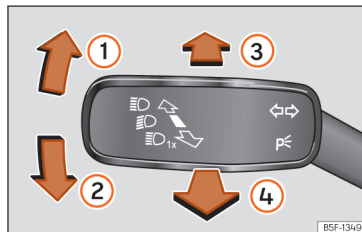

Abb. 102 Blinker- und Fernlichthebel.
- Drücken Sie den Blinker- und Fernlichthebel aus der Ausgangsstellung nach vorne   (Abb. 102) .
- **ODER:** Ziehen Sie bei eingeschaltetem Fernlichtassistenten den Blinker- und Fernlichthebel nach hinten   (Abb. 102) .